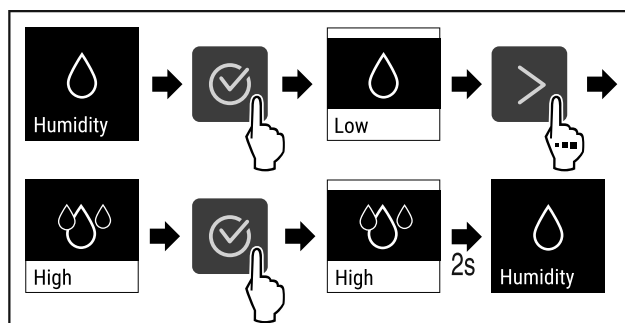

Fig. 74
- ▶ Proved'te akční kroky (viz Fig. 74).